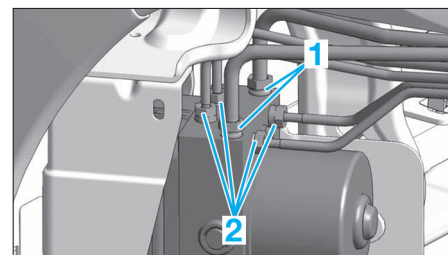

FIG.24
- Débloquer les raccords (1) et (2) (Fig.24).